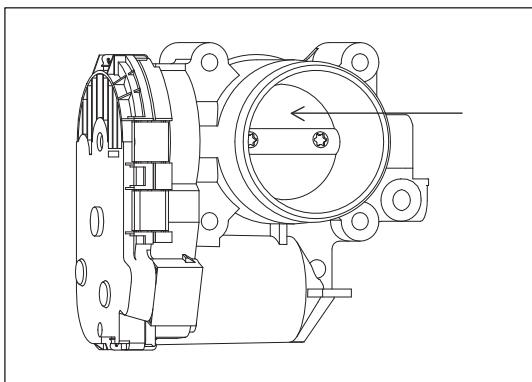

Рис. 8-2-4. Проверка дроссельной заслонки
(2) Проверить дроссельную заслонку на наличие повреждений. Вручную повернуть дроссельную заслонку в направлении, указанном на рис. 8-2-4, и убедиться в ее свободном ходе.
- (3) Проверить контактную поверхность впускного коллектора на наличие повреждений и царапин.
- (4) Проверить прокладки впускного коллектора и дроссельной заслонки на наличие повреждений, признаков эрозии и т. п. При необходимости немедленно заменить.